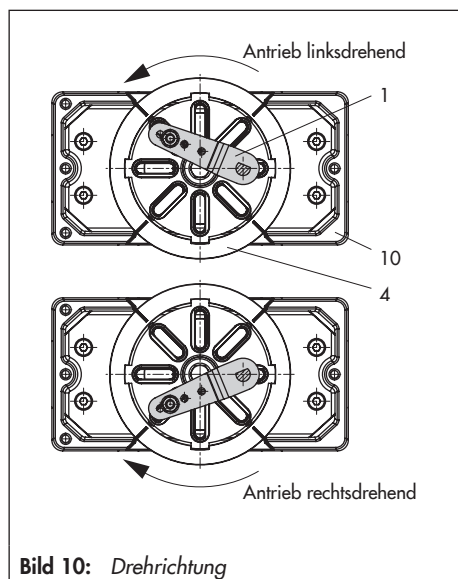

Bild 10: Drehrichtung
4. Kupplung (4) auf die geschlitzte Antriebswelle bzw. den Adapter (3) aufstecken und mit Schraube (4.1) und Tellerfeder (4.2) festschrauben.
5. Am Hebel M (1) des Stellungsreglers den Standard-Abtaststift (2) herauserschrauben. Den Abtaststift ($\varnothing 5$) aus dem Anbausatz an Stiftposition 90° verschrauben.
6. Ggf. Manometerhalter (7) mit Manometern oder bei erforderlichen Anschlussgewinde $G \frac{1}{4}$ die Anschlussplatte (6) montieren, auf richtigen Sitz der beiden Dichtringe (6.1) achten. Bei doppelwirkenden federlosen Schwenkantrieben wird ein Umkehrverstärker für den Anbau am Antrieb benötigt, vgl. Kapitel 5.8.
8. Stellungsregler auf das Gehäuse (10) setzen und festschrauben. Dabei den Hebel (1) so ausrichten, dass er unter Berücksichtigung der Drehrichtung des Antriebs mit seinem Abtaststift in den entsprechenden Schlitz eingreift (Bild 10).